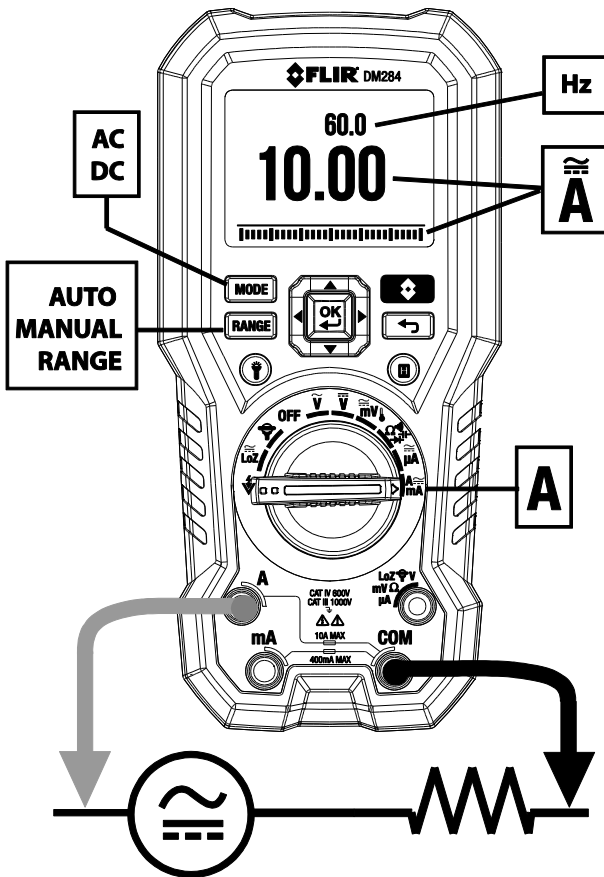

Fig. 7-9 Høy-strømmålinger 'A'
4. Koble til sonde-ledninger i serier med den delen i henhold til **Fig. 7-8** og **Fig. 7-9** for 'A' målinger, **Fig. 7-10** for mA målinger, eller **Fig. 7-11** for μ A målinger.